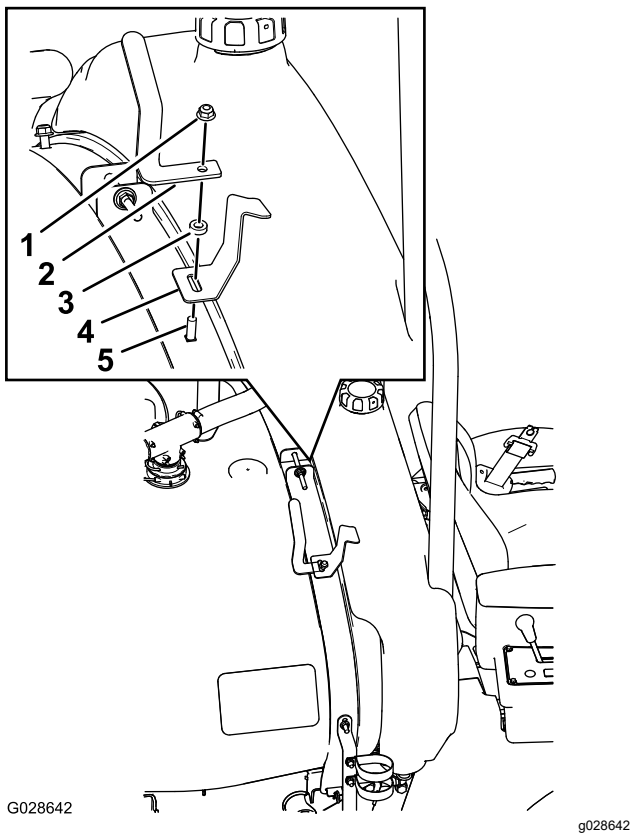

Figure 15
7. Alignez le support de flexible, l'entretoise (3/8 x 1/4 po) et le support droit du réservoir sur le boulon de carrosserie (3/8 x 1 po) qui occupe le trou intérieur supérieur de la sangle avant droite. (Figure 15).
8. Fixez le support de flexible, l'entretoise et le support du réservoir sur le boulon de carrosserie et la sangle (Figure 15) à l'aide d'un contre-écrou à embase (3/8 po).